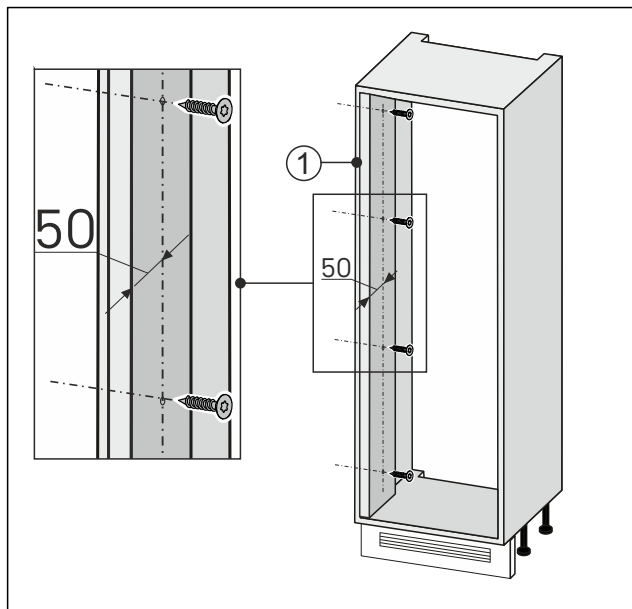

Fig. 93
- Stěnové vyrovnání na straně otevírání dveří Fig. 93 (1) přišroubujte k nábytkovému výklenku.